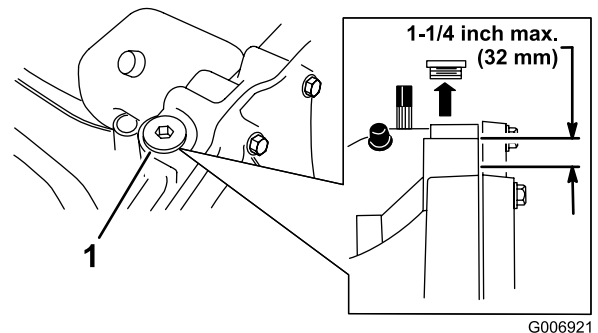

Bild 30
- Reinigen Sie den Bereich um die Füllschraube (Bild 30), sodass kein Schmutz in den Ölbehälter fällt, wenn Sie Öl nachfüllen müssen.
Hinweis: Der Stand sollte höchstens 32 mm unter der Oberkante des Einfüllstutzens liegen (Bild 30). Füllen Sie bei Bedarf Öl nach.